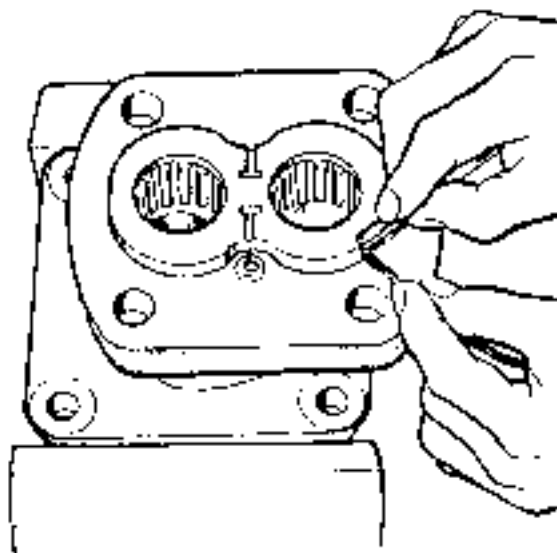
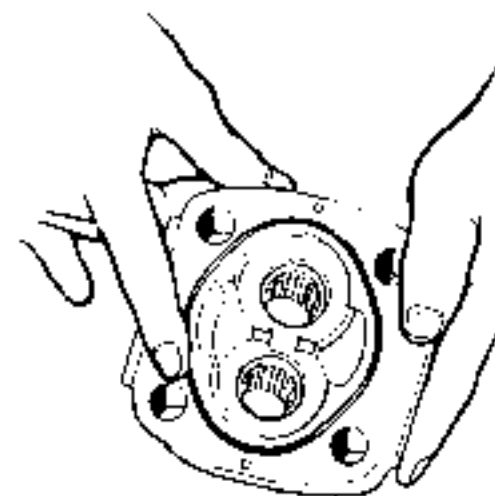

Fig. 16
Fig. 17
7. Stick pocket seals ⑩ (segments of G100-G150 O-rings, 3.1 mm in line diameter, cut to approx. 5 mm (0.2 in.)) in the two central grooves on the reverse side of side plate ⑧ with small amount of grease, and install it on shaft end cover ① and special frame ⑨.
8. Place side plate ⑧ over needle bearing ② with the pocket seal side down, and drive it in with a plastic hammer lightly and evenly until it comes to within 0.5 mm (0.02 in.) from the machined surface.
9. Push pocket seals ⑩ into the four grooves around side plate ⑧ until they reaches the periphery of the bearing.
10. Drive side plate ⑧ lightly with a plastic hammer until it comes into tight contact with the machined surface. Cut the protruding parts of the pocket seal with a razor blade flush with the periphery of the side plate (Fig. 16).
11. Insert side plate ⑧ into gear housings ② and ③. For this, slowly push it with drive shaft ④, drive gear ⑤ and idle gears ⑥⑦ until it fully makes contact with the bottom.
12. Fix square ring ⑪ in the grooves of gear housings ② ③ with grease. (Fig. 17)
7. サイドプレート⑧の裏面中央の2個の溝穴に、グリスを少量塗布してポケットシール⑩(G100~G150のOリング(線径が3.1φを約5mmの長さに切り取ったもの))を固定し、シャフトエンドカバー①、特殊フレーム⑨にはめ込む。
8. ポケットシール側を下にしてニードルベアリング②の上にはめ込み、取上面から約0.5mm位の所までプラスチックハンマにて全体が平行に入っていく様に軽く叩き込む。
9. サイドプレート⑧の円周上の4個の溝に、ポケットシール⑩をベアリング外周に達するまで一杯に押し込む。
10. サイドプレート⑧をプラスチックハンマで取上面に密着するまで軽く叩き込む。はみ出したポケットシールをサイドプレートの円周と同じになる様にカミソリで切り取る。(Fig. 16)
11. ボヤハウジング②、③にサイドプレート⑧を挿入する。挿入方法は、ドライブシャフト④、ドライブギヤ⑤、アイドルギヤ⑥、⑦で徐々に押し込んで底に密着させる。
12. 角リング⑪をギヤハウジング②、③の溝にグリスを塗布し固定する。(Fig. 17)